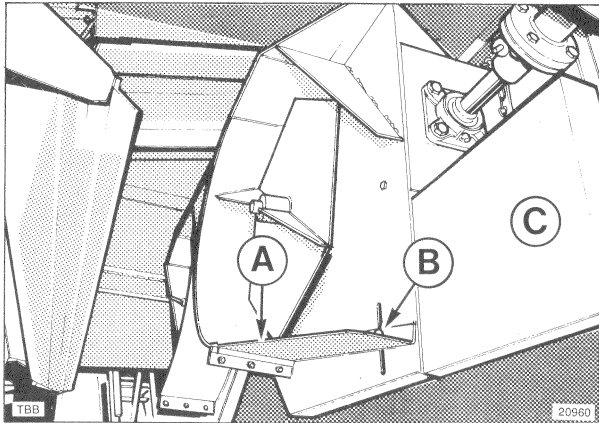

Fig. 120
L'éparpilleur est muni de chaque côté d'un déflecteur A (Fig. 120).
Pour régler l'éparpillage de la paille, desserrer la vis B (Fig. 120), puis régler en hauteur le déflecteur A. Après réglage, resserrer la vis B.
L'éparpilleur est muni, de chaque côté, de pare-vents C (Fig. 120) qui permettent de réduire l'influence du vent sur l'éparpillage de la paille. Lorsque l'éparpilleur doit être basculé vers le haut (par exemple, lors de la dépose des grilles) les pare-vents C doivent être disposés comme représentés Figure 116.
3. Déposer les deux pare-vents C (Fig. 120) : desserrer les écrous à oreilles des pare-vents, puis les remettre en place à l'arrière de l'éparpilleur, voir Figure 116.